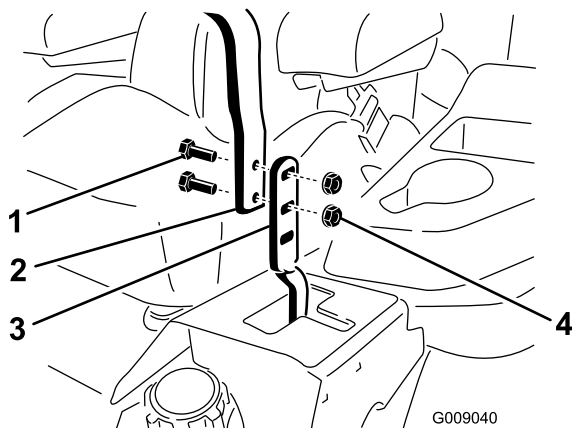

Figura 57
3. Allentate i bulloni e i dadi delle flange montati sulle leve (**Figura 57**).